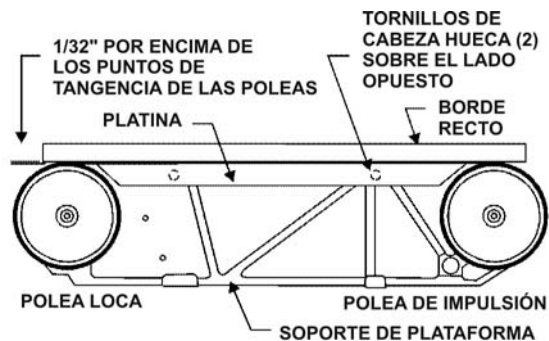

Figura 15
Refiérase a la Figura 15:
2. Mediante el uso de una llave allen, afloje los dos tornillos de cabeza hueca dentro del brazo de la cinta y cambie la platina cuando sea necesario. La platina debería estar de 1/32-1/16" por encima de los puntos tangentes a las poleas y en contacto con la cinta en ambos extremos. Un borde recto puede ser usado con la cinta abrasiva para alinear la platina, como se muestra en la Figura 15.